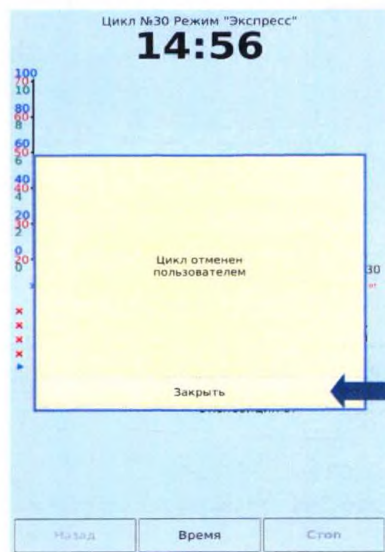
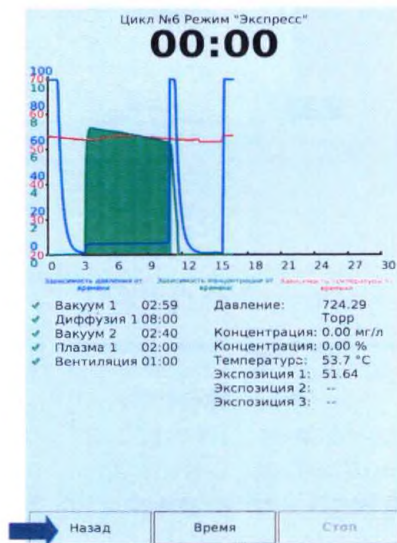

Рисунок 18
Рисунок 19
сообщение «Цикл отменен пользователем» (Рисунок 18). При этом процедура стерилизации останавливается и автоматически переключается на стадию вентилирования.
12.2.2 Для открытия двери камеры необходимо выйти в главное меню, нажав на клавишу «Закреть» (Рисунок 18), а затем нажав на клавишу «Назад» (Рисунок 19).